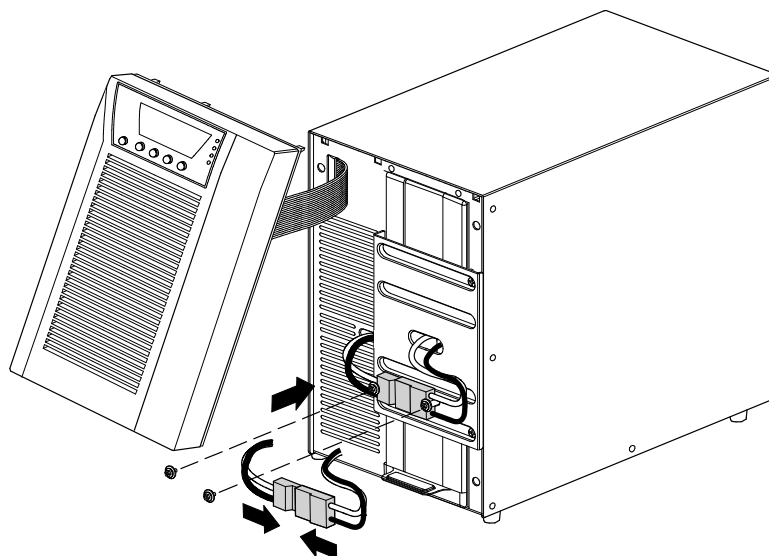

Figura 15. Collegamento batterie interne dell'UPS
2. Collegare il connettore della batteria interna (vedere Figura 15).
3. Togliere le due viti dal loro supporto e conservarle (vedere Figura 15).